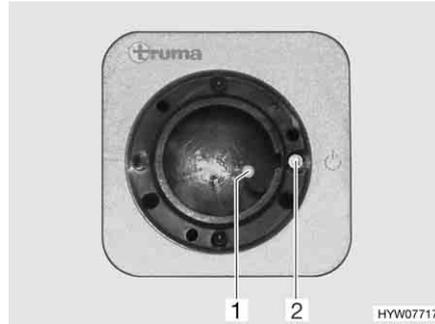
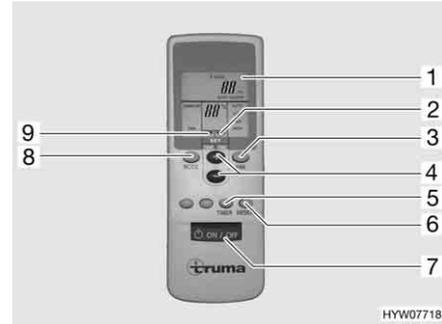

Bild 137 Empfänger
Bild 138 Fernbedienung
- Am Schalter (Bild 138,7) die Fernbedienung einschalten. Die grüne Kontroll-Leuchte (Bild 137,1) zeigt den Kühlbetrieb an.
- Die gewünschte Betriebsart mit der Taste (Bild 138,8) einstellen.
- Bei Bedarf mit den Tasten (Bild 138,3 und 4) die gewünschte Gebläseleistung und Raumtemperatur einstellen. Der Pfeil (Bild 138,9) zeigt den gewählten Einstellmodus an.
- ▷ Am Empfänger befindet sich ein zusätzlicher Tastschalter (Bild 137,2), mit dem die Klimaanlage auch ohne Fernbedienung aus- oder eingeschaltet werden kann. Wenn die Klimaanlage über diesen Tastschalter eingeschaltet wird, dann wird automatisch die zuletzt auf der Fernbedienung eingestellte Betriebsart gewählt.
- Zum Ausschalten die Taste (Bild 138,7) auf der Fernbedienung erneut drücken.
- Zum Programmieren die Klimaanlage mit der Taste (Bild 138,7) auf der Fernbedienung einschalten.
- Mit den Tasten (Bild 138,8, 3 und 4) die gewünschte Betriebsart und Raumtemperatur einstellen.
- Mit der Taste (Bild 138,5) die gewünschte Funktion (Bild 138,1) auswählen:
- Mit den Tasten (Bild 138,4) die gewünschte Schaltzeit wählen (1 bis 15 Stunden). Der Pfeil (Bild 138,2) blinkt und zeigt den Einstellmodus an.
- ▷ Mit der Taste (Bild 138,6) werden die Einstellungen der Fernbedienung wiederholt an den Empfänger gesendet.